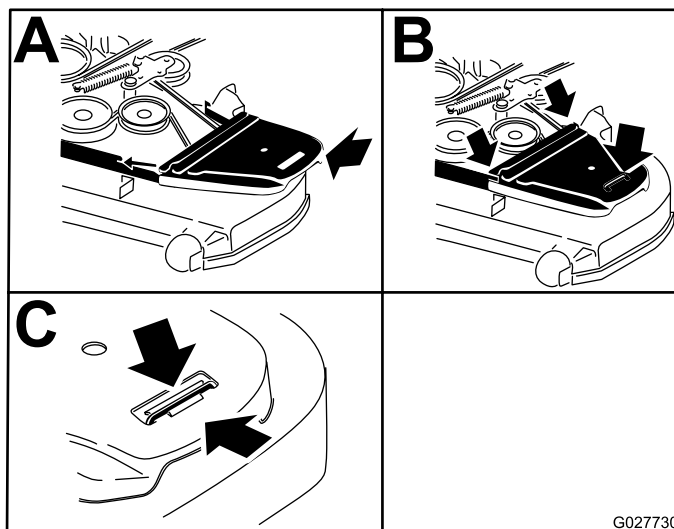

Figure 82
- Reposez les couvercles de courroies ainsi que les boulons fixés dessus (Figure 82).